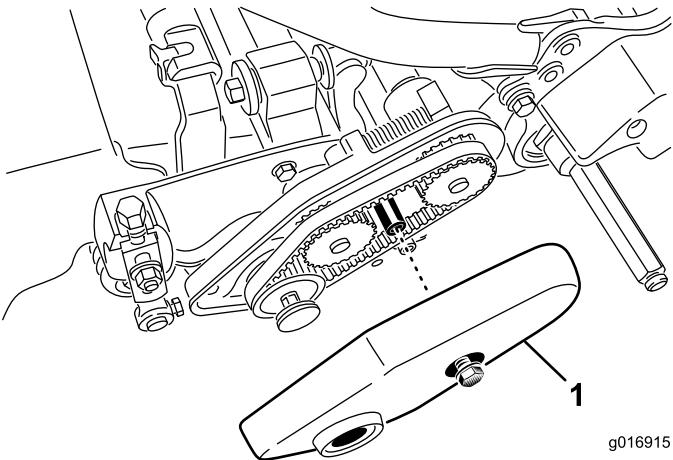

Figura 15
2. Afloje el perno que sujetla la cubierta de la correa y retire la cubierta de la correa para tener acceso a la correa (Figura 15).